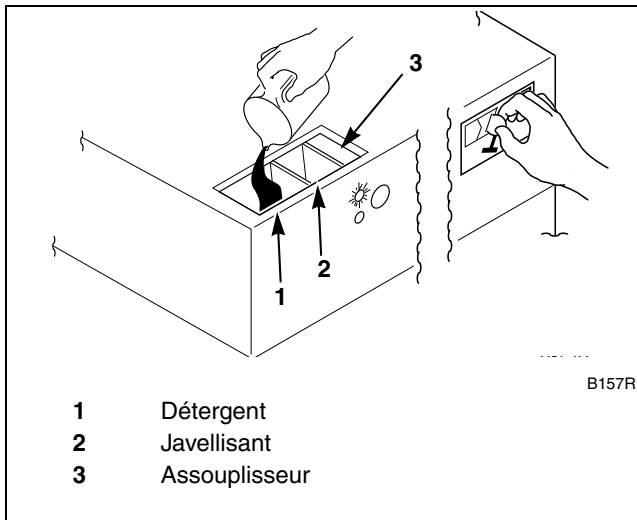

Figure 28
5. Verser les produits liquides ou en poudre dans le distributeur de produits. Se reporter à la *Figure 28*.
7. **Modèles à monnaie :** Mettre le montant en monnaie requis pour démarrer la machine. Se reporter à la *Figure 28*.